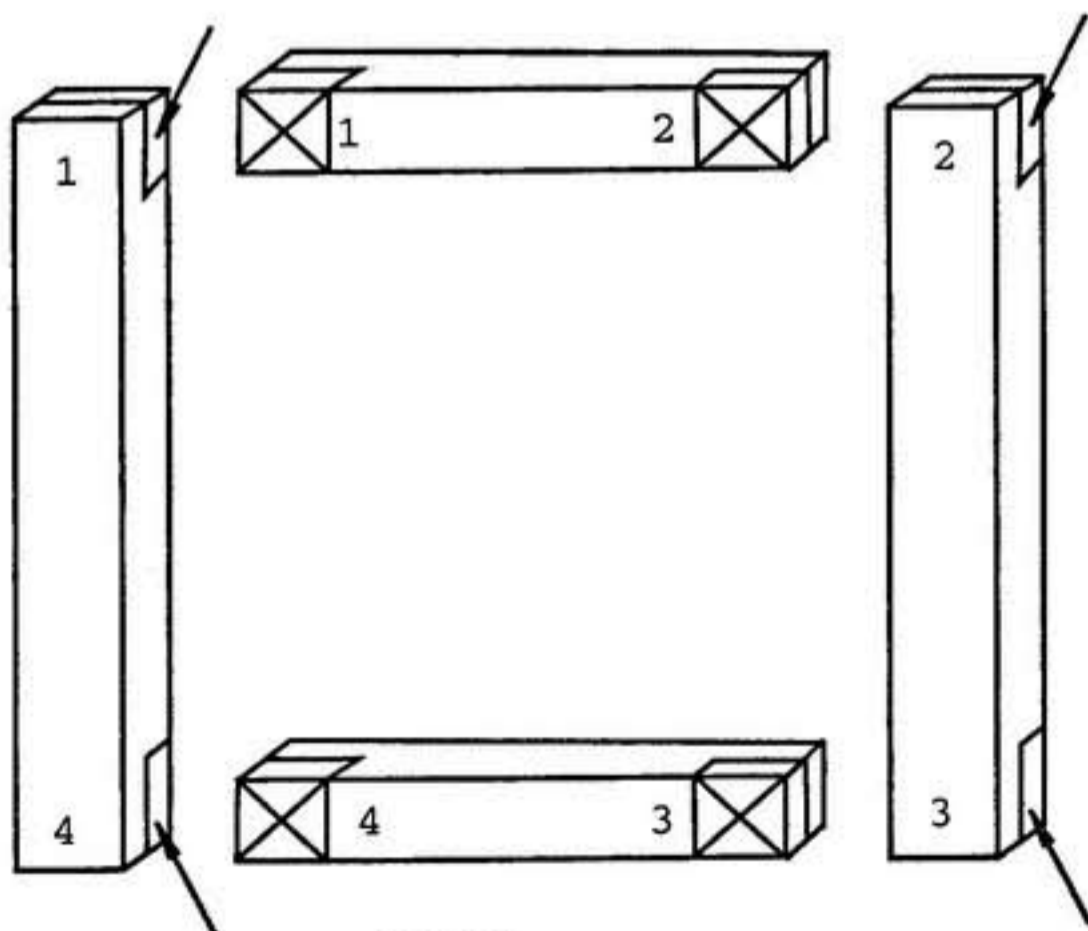

Рис. 161
4. Теперь концы парных реек (1 и 1, 2 и 2 и т. д.) обозначьте крестами на пластиах, которые при наложении примыкают друг к другу (рис. 161).